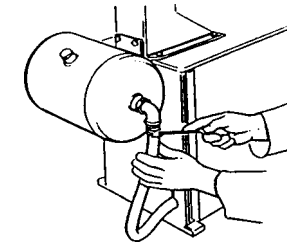

fig.34a
- Inserire il tubo di gomma nel raccordo della bombola e stringere la fascia (fig.34a)
- Connect the rubber hose to the cylinder connector and tighten the connector band (fig.34a).
- Insérer le tuyau en caoutchouc dans le raccord de la bouteille et serrer la bande (fig. 34a).
- Den Gummischlauch in das Anschlußstück der Flasche schieben und den Sicherungsring anziehen (Abb. 34a).
- Introduzca el tubo de goma en la unión de la bomba y apriete la abrazadera. (fig. 34a).